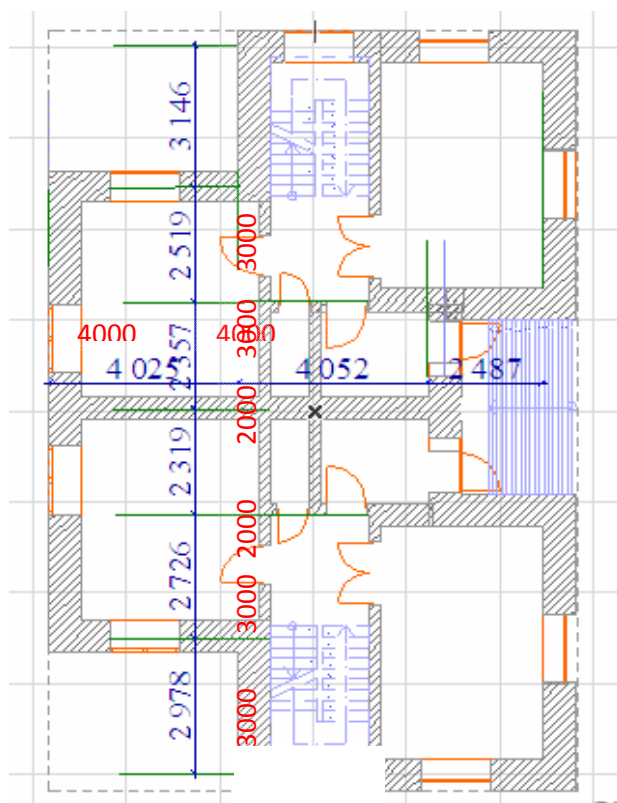

Рис. 25
11. Определите расстояния между временными линиями (показаны синим цветом) и округлите их значения (показаны красным цветом), которые будем использовать для последующего назначения расстояний между вертикальными и горизонтальными линиями (рис. 25).